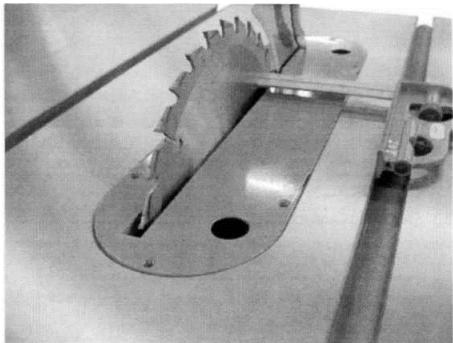

Рис. 17
Чтобы проверить и выровнять пильный диск: (см. рисунок 17):
3. Выберите зуб на дальней части пильного диска (сзади) и поднимите зуб чуть выше вставки в столе. Отметьте зуб с помощью маркера. Измерьте расстояние от правого края Т-образного паза, используя поверочный угольник. Убедитесь, что измерения по телу пильного диска между зубьями, а не на зube (рис. 17).